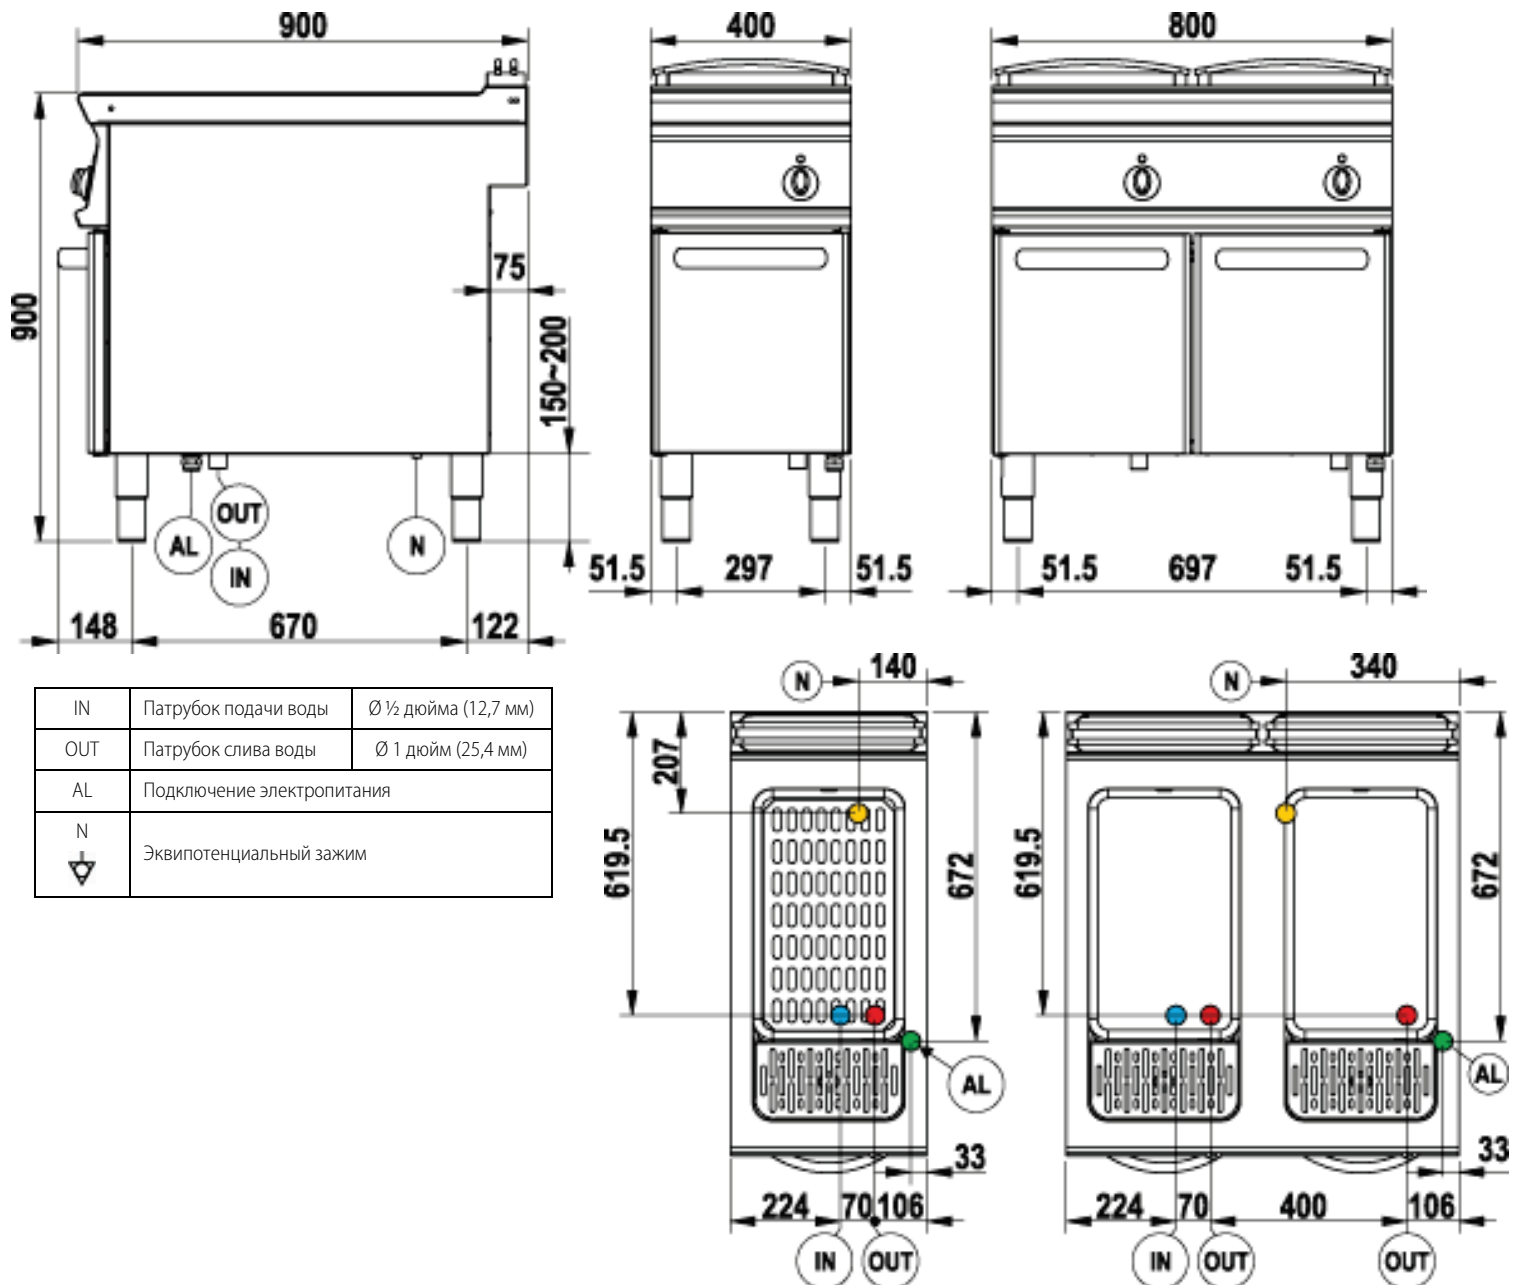
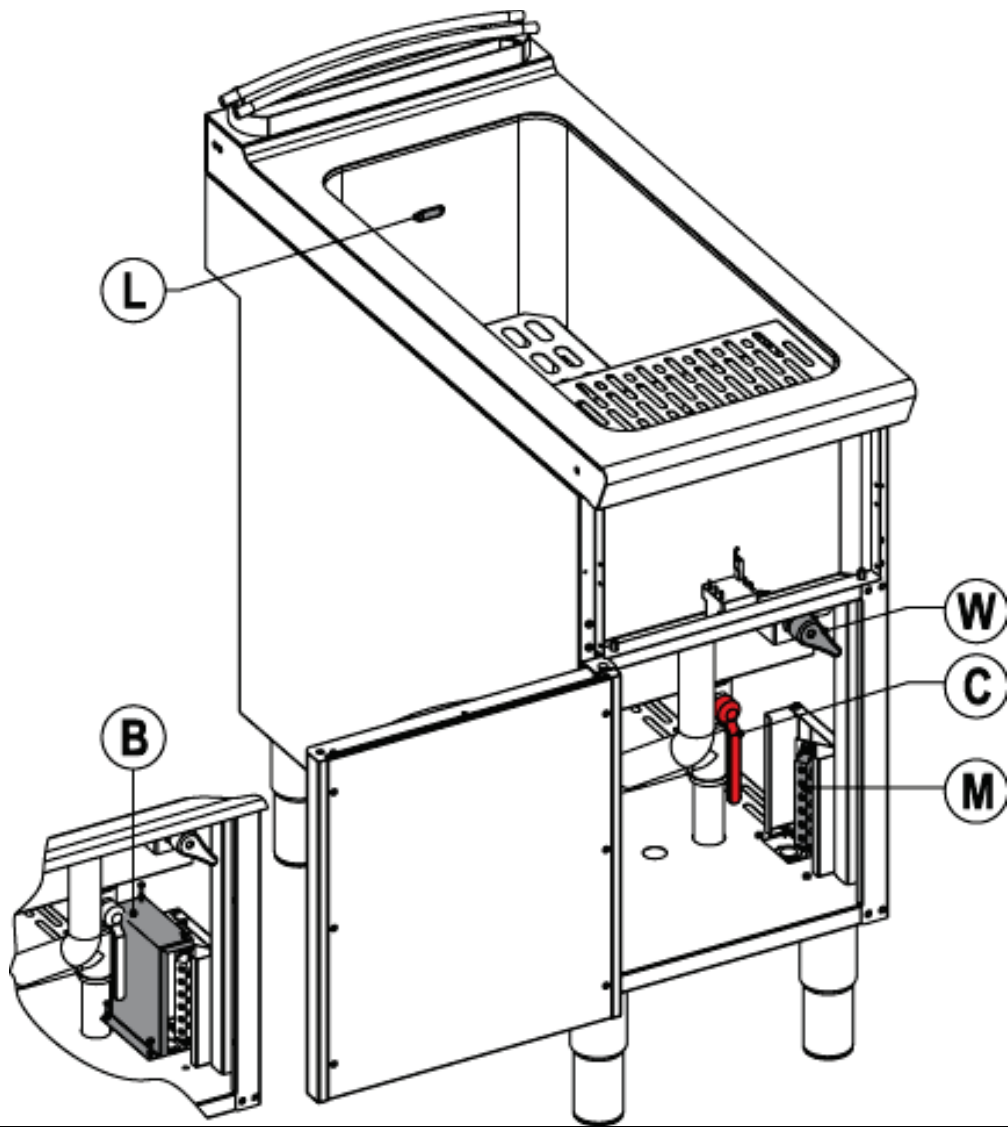

Рис. 1
Рис. 2
After the appliance have been turned off, drain the tank by opening the cock (lever in the upright position), item "C", (fig.2).
- Чтобы получить доступ к клеммной колодке «М» (рис.2), снимите приборную панель, открутив винты, расположенные снизу. Руководствуясь электрической схемой, подключите провода кабеля питания к клеммной колодке и зафиксируйте кабель с помощью соответствующего кабельного зажима «AL» (рис.1). Подключите оборудование к надежной системе заземления, подсоединив заземляющий провод к расположенному рядом с клеммной колодкой винту, обозначенному соответствующим символом. Включите устройство в эквипотенциальную систему, подсоединив провод к винту, обозначенному символом «⚡». Винт находится в нижней части устройства. Минимальное сечение эквипотенциального провода — 10 мм2.
Воды должна удаляться через сливной коллектор, расположенный под краном «С» (рис.2).
- Не используйте аппарат, если уровень воды в емкости не достигает минимальной отметки «L» (рис.2).
Наберите воды до минимальной отметки «L» (рис.2).
Чтобы набрать воды, откройте кран «W» (рис.2), расположенный внутри макароноварки. Из подающего устройства вода поступит прямо в емкость. Максимально допустимое количество пищевых продуктов составляет **9 кг** на каждую загрузку.
После выключения аппарата опорожните емкость, открыв кран «С» (рис. 2) (установите рычаг в вертикальное положение).